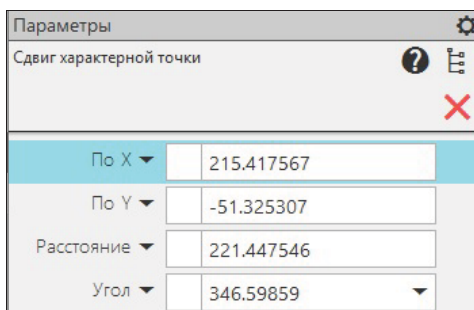

Рис. 10.2. Элементы управления положением точки на панели Параметры
- ◆ для активизации характерной точки подведите к ней курсор и щелкните ЛК мыши или нажмите клавишу <Enter>. На панели **Параметры** (рис. 10.2) появляются элементы управления положением точки. В графической области отображаются точка и фантом редактируемого объекта;